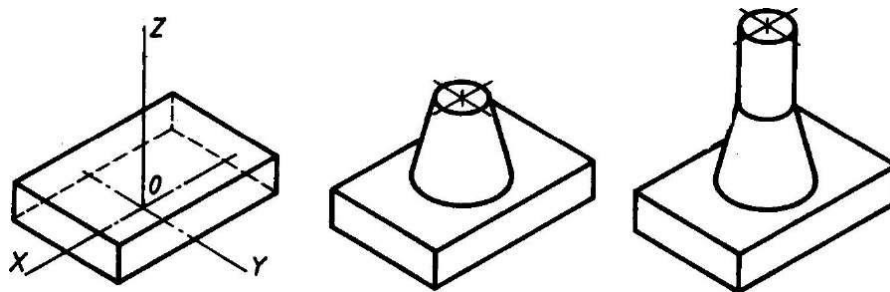

Рис. 3. Построение изометрической проекции детали на основе последовательного приращения объемов
3. Способ построения изометрической проекции на основе последовательного приращения (добавления) объемов применяется для выполнения изометрического изображения детали, форма которой получена из нескольких объемов, соединенных определенным образом друг с другом (рис. 3).